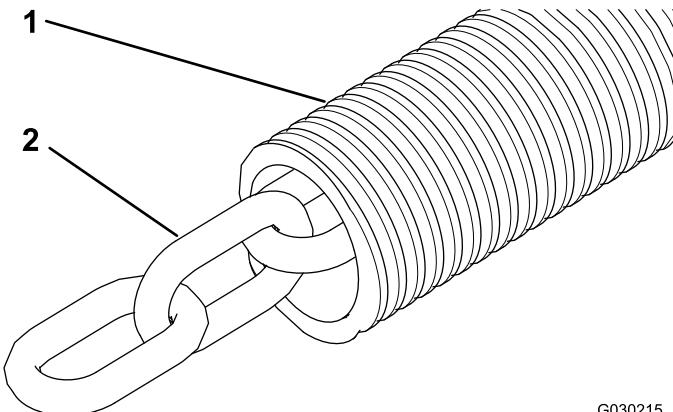

Bild 4
1. Schieben Sie die Kettenmantel über die Ketten (Bild 4).